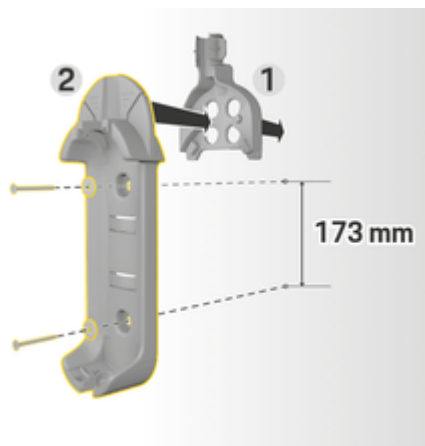

Fig. 6: Dimensione foro
3. Inserire la base del supporto a muro 2 (Fig. 6) dalla parte anteriore nel passacavo 1 (Fig. 6).